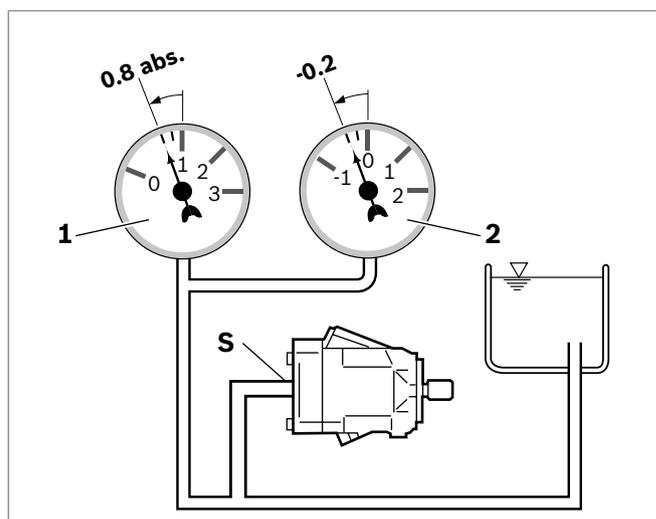

Рис. 6: Давление всасывания
- ▶ Убедитесь, что для аксиально-поршневого насоса во всех позициях установки и монтажных положениях во время эксплуатации присутствует минимальное давление всасывания 0,8 бар абс. на присоединении **S**, см. Рис. 6. Обратите внимание, что указанные в техническом паспорте значения максимальной частоты вращения действуют для всасывающего давления 1 бар абс. на всасывающей линии **S**. Другие значения давления см. в техническом паспорте.